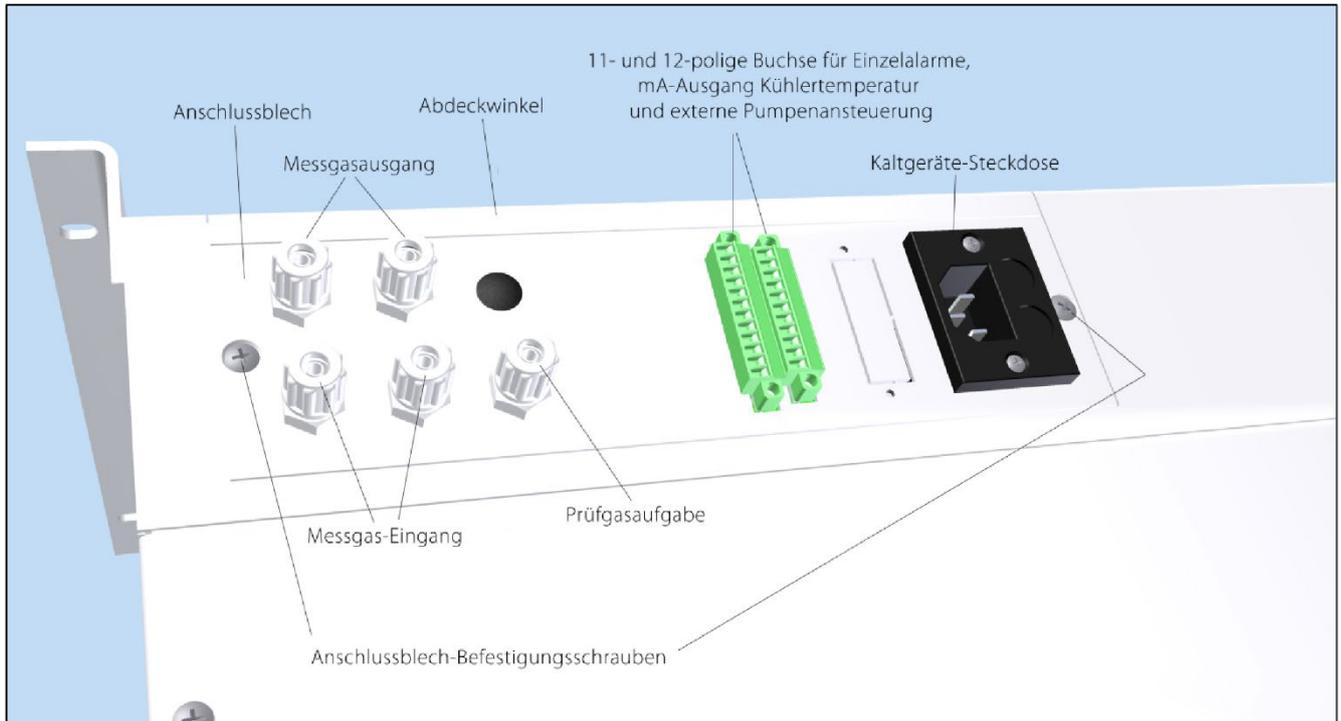

Abbildung 3 Anschlüsse im Anschlussblech der CSS-VC..
1. Anschlussblech-Befestigungsschrauben (siehe Abbildung 3) entfernen